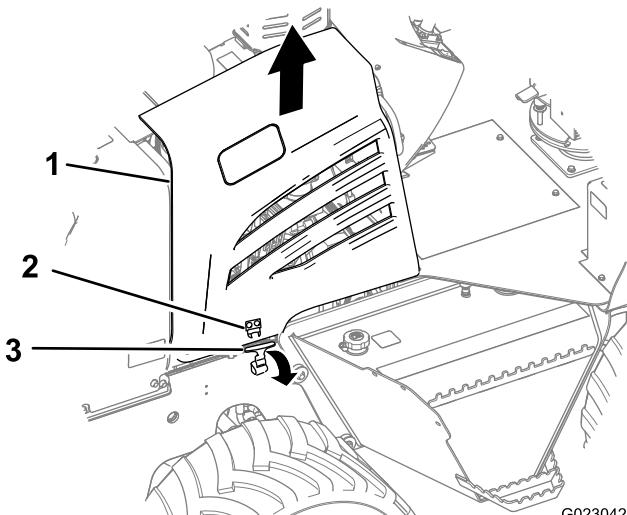

Figure 36
2. Tirez la poignée du verrou de panneau et dégagez-le de la patte d'ancrage (Figure 36).
3. Soulevez le panneau latéral avec précaution et déposez-le de la machine (Figure 36).
4. Tirez la poignée du verrou de panneau vers l'extérieur, puis faites-la pivoter vers le haut jusqu'à ce qu'elle soit alignée dans le support d'ancrage (Figure 36).